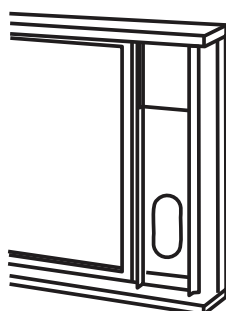

Fig.14
3. Coupez le joint en mousse (type adhésif) à la longueur appropriée puis collez-le en haut de la fenêtre. Voir Fig. 14